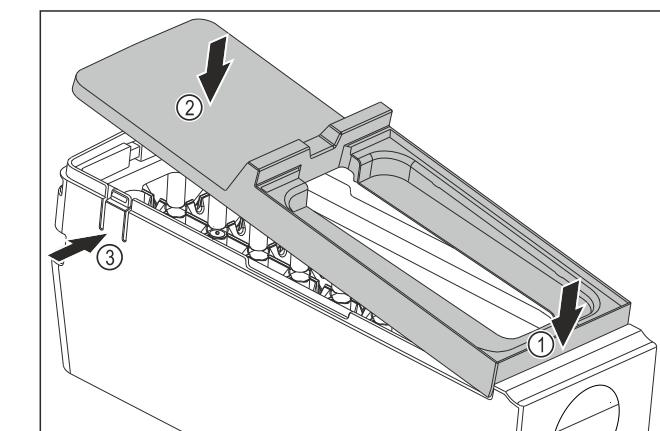

Fig. 90
- Montați apărătoarea corpului EasyTwist-Ice: Așezați în față apărătoarea. Fig. 90 (1)
- Coborâți în spate apărătoarea. Fig. 90 (2)
- ▷ Apărătoarea se fixează în poziție cu zgomot specific în cele două eclise Fig. 90 (3).